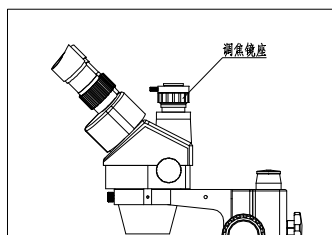

图 9
- (二) 注：一般上下调节 1~2mm 即可。(如图 9)